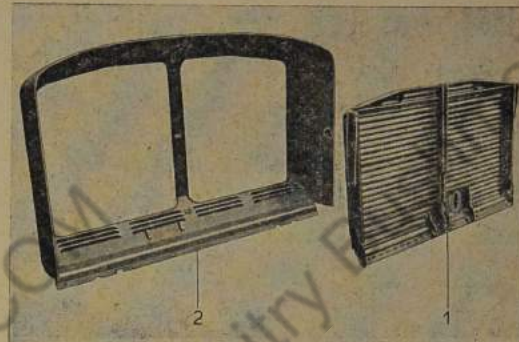

Bild 219: Kühlerabdeckung (Jalousie) von Kühlerverkleidung abgehoben
- 3 Kühlerabdeckung von der Kühlerverkleidung abheben (Bild 219).